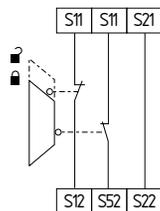

Fig. 11
**Circuito di sorveglianza porta di protezione a due canali con dispositivi di blocco secondo EN 1088 (vedere Fig. 11)**